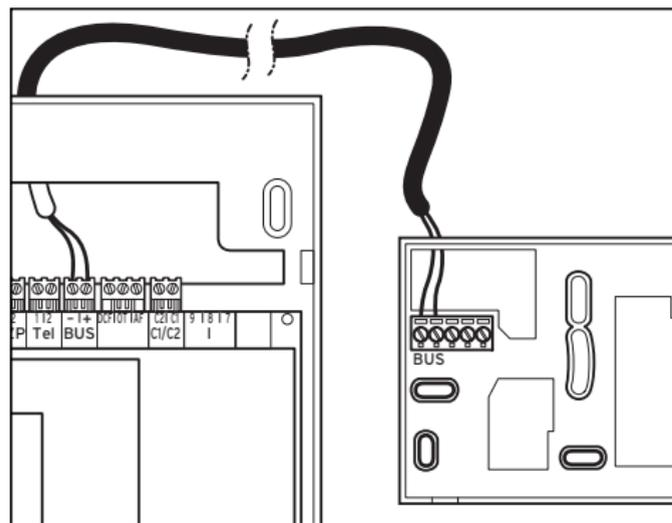

Abb. 8.1 Fernbediengerät anschließen
- Schließen Sie das Anschlusskabel gemäß Abb. 8.1 an.
- Setzen Sie das Fernbediengerät (1) so auf den Wandsockel (5), dass die Stifte an der Rückseite des Oberteils in die Aufnahmen (2) passen.